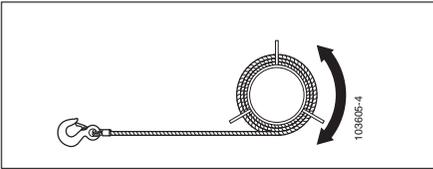

Fig. 4
- Dérourer et enrouler le câble bien à plat de façon rectiligne et non obliquement (Fig. 4); ceci pour éviter la formation de boucles ou de coudes, qui le rendent inutilisable pour le scafor™.